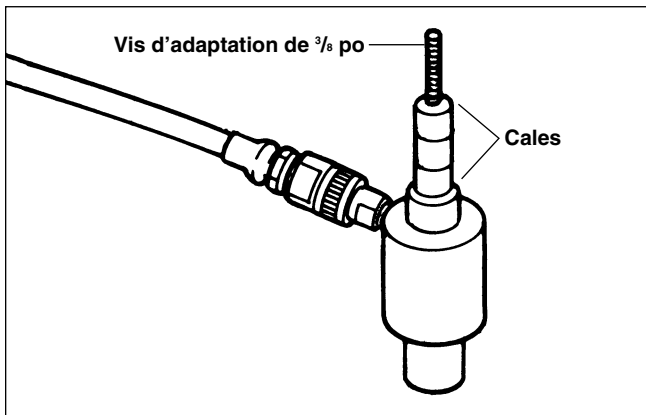

Figure 2 – Montage pour trous de 1/2 po
4. Enfilez les trois cales sur le manchon de 3/4 po en commençant par la plus courte, puis la moyenne, et ensuite la plus longue (*Figure 2*).